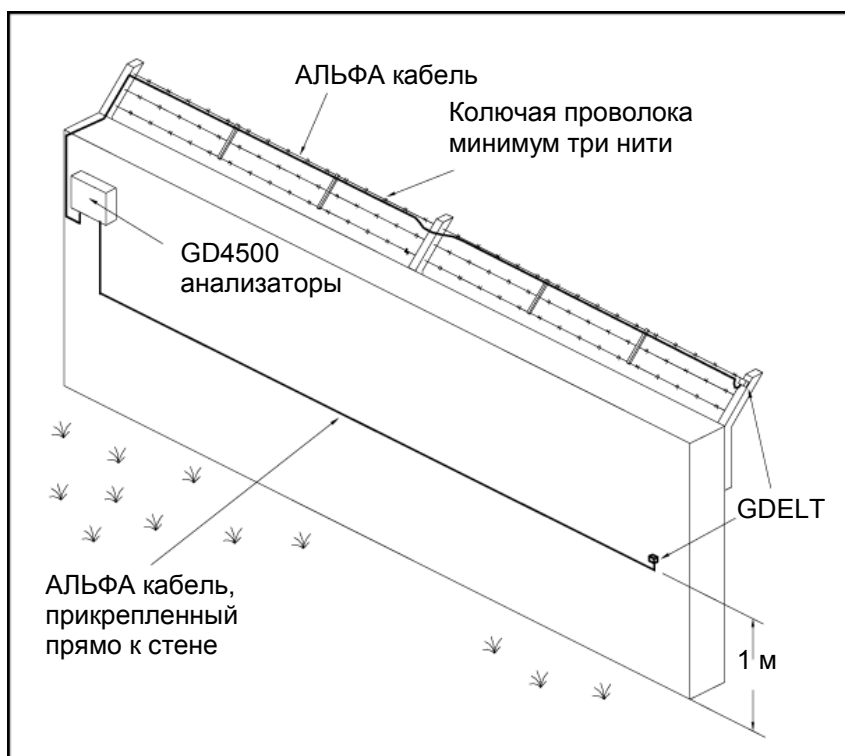

Рис. 23. Монтаж сенсорного кабеля на периметральной стене.
На Рис. 23 показано, как сенсорный кабель в жесткой трубе монтируется на стене. Сенсорный кабель монтируется на высоте 1 метра над уровнем земли, т.к. попытки разрушения стены наиболее вероятны в ее нижней части. Следует внимательно подходить к установке уровня детектирования системы, особенно на стенах высотой более 2.5 м, когда рекомендуется использовать двухпроходную конфигурацию сенсорного кабеля.
4. Между столбами должны располагаться проволочные скобки, связывающие все три (или более) луча, для того, чтобы лучи нельзя было раздвинуть и пролезть между ними. При расстоянии между столбами 3 м следует устанавливать как минимум две скобки на каждой секции. Рис. 23 показывает барьер из колючей проволоки со связывающими скобками, установленный на верхнем торце стены.